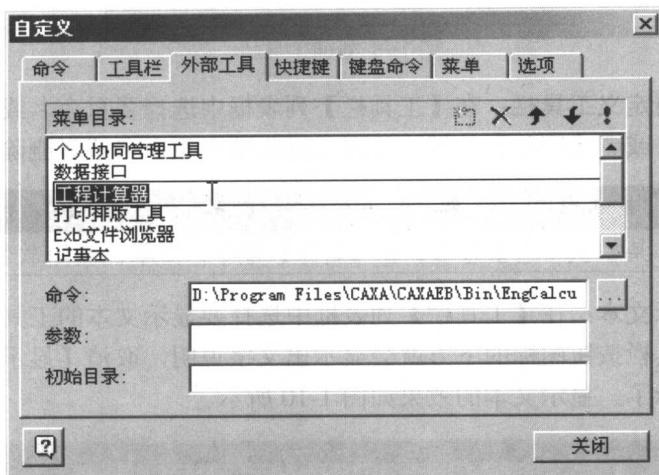

图 1-12 更名操作
**修改外部工具的菜单内容：**在【菜单目录】列表框中双击要改变菜单内容的外部工具，在相应的位置上会出现一个文本框，在这个文本框中输入新的菜单内容，输入完成以后按 Enter 键即可完成外部工具的更名操作，如图 1-12 所示。